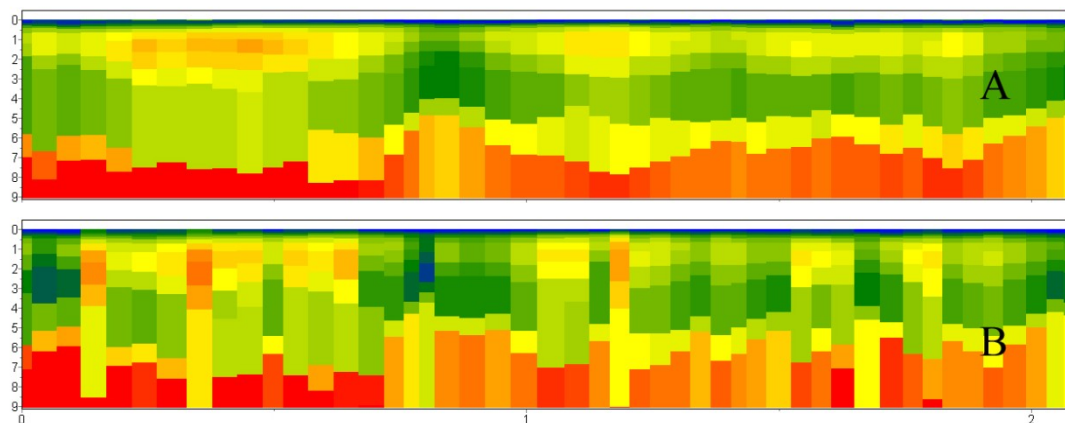

Fig. 17 Comparación de resultados de la inversión 1D estándar (B) y aplicación del algoritmo de inversión 1.5D (A).
En la Fig. 17 se presentan los resultados del trabajo del algoritmo (A) en comparación con los resultados obtenidos mediante la metodología estándar (B).